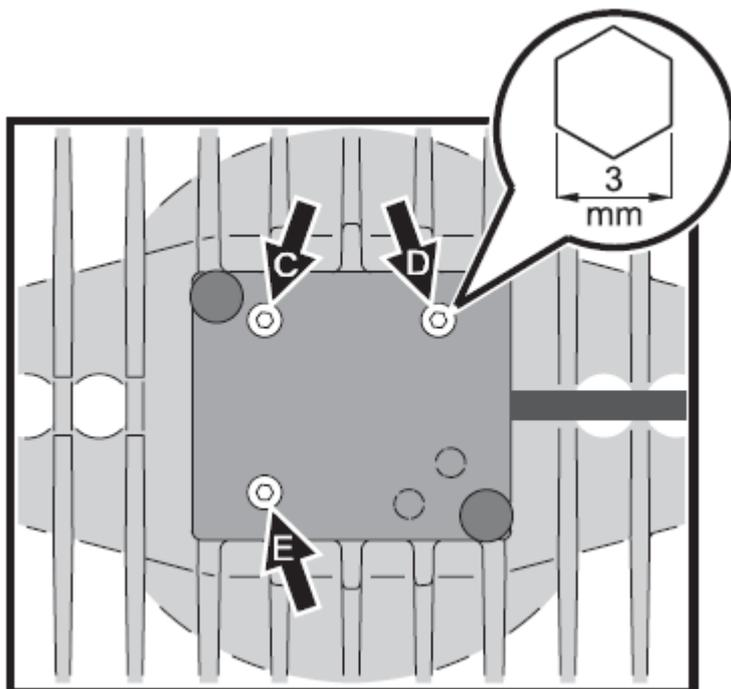

Рис.3 Винты-шестигранники, с помощью которых осуществляется настройка светового луча
4.См.рис.3 Вращая трехмиллиметровые винты-шестигранники C, D и E вы сможете добиться наиболее равномерного светового луча.